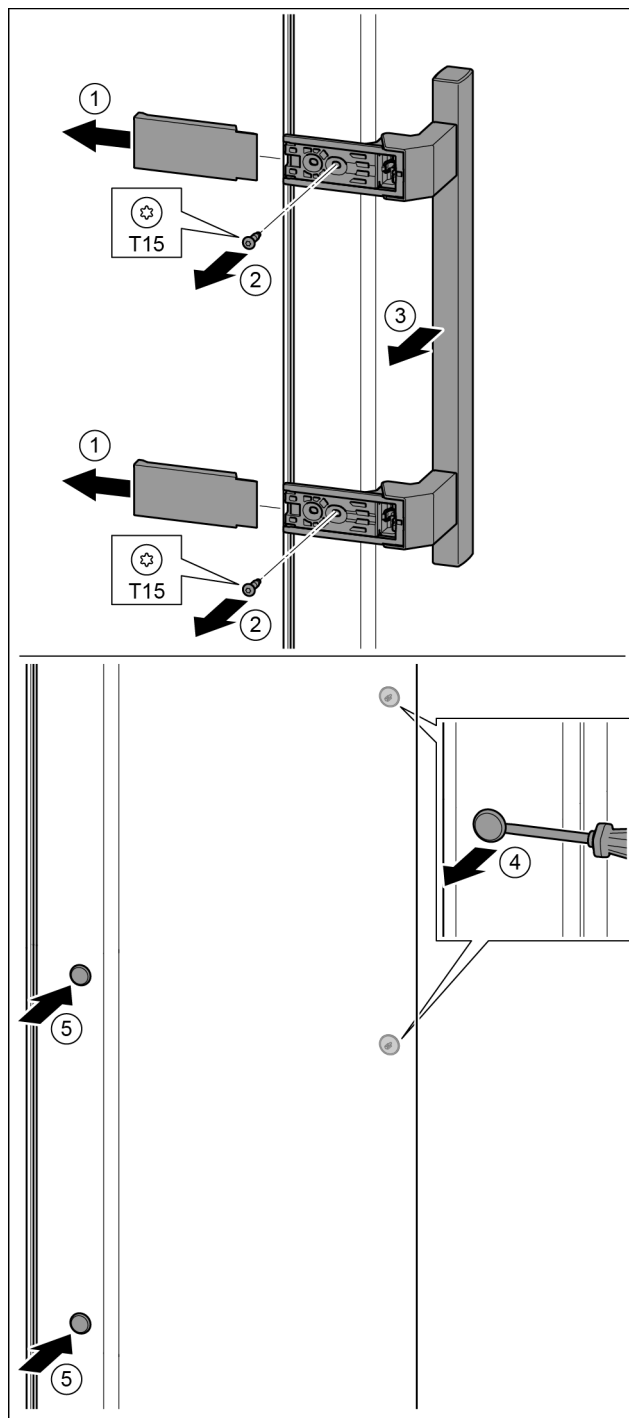

Fig. 38
- ▶ Snemite pokrov. *Fig. 38 (1)*
- ▶ Izvijte vijake z izvijačem T15. *Fig. 38 (2)*
- ▶ Snemite ročaj. *Fig. 38 (3)*
- ▶ S ploščatim izvijačem previdno dvignite stranski čep in ga izvlecite. *Fig. 38 (4)*
- ▶ Čep ponovno vstavite na drugi strani. *Fig. 38 (5)*